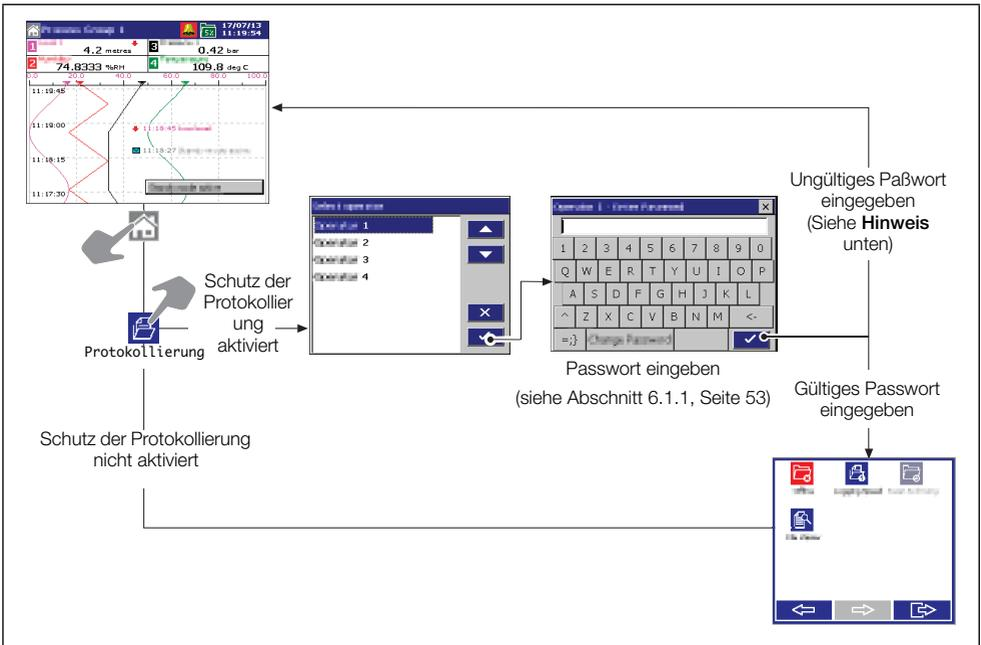

Abb. 6.2 Zugriff auf die Protokollierung – erweiterte Sicherheit
- Wenn Sicherheitssystem auf *Erweitert* und Schutz der Protokollierung auf *Ein* gesetzt ist, ist der Zugriff auf die Protokollierungsfunktion durch ein individuelles Passwort für jeden Benutzer geschützt. Der Zugriff auf die Protokollierung im erweiterten Sicherheitsmodus ist in Abb. 6.2, Seite 52, illustriert.